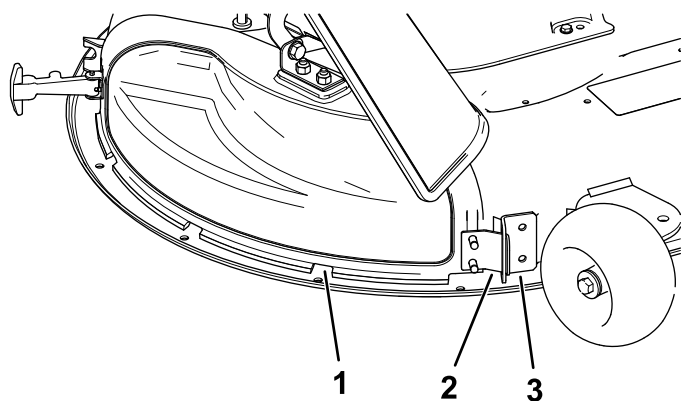

Figura 12
5. Oriente a patilha de metal na cobertura de descarga para fora da ranhura no suporte soltado à plataforma do cortador (Figura 12).